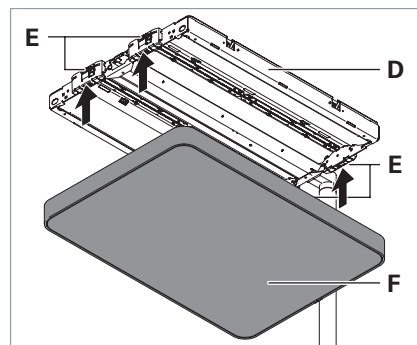

Fig. 3: Blendenrahmen montieren.
- Drücken Sie den Blendenrahmen **F** von unten auf das Leuchtenchassis **D**, bis der Blendenrahmen in alle vier Rasthaken **E** eingerastet ist, siehe Fig. 3.